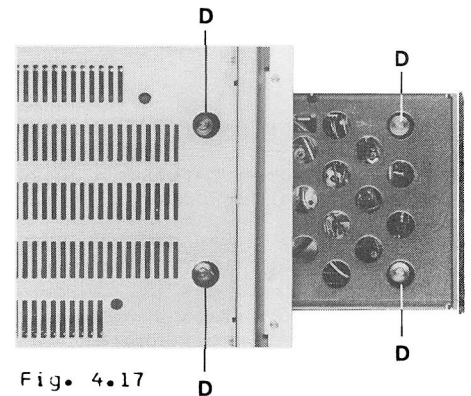

Fig. 4.17
- Geräet ausschalten und Schublade von Hand ca. drei-viertel ausfahren (beide hinteren Messingschrauben muessen durch die Offnungen im Bodenblech sichtbar sein, siehe Fig. 4.17).